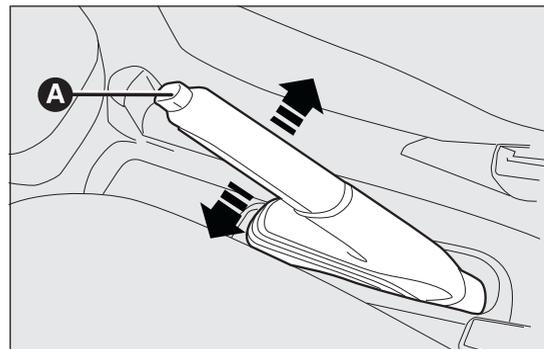

fig. 113
La leva del freno a mano fig. 113 è posta tra i sedili anteriori.
- sollevare leggermente la leva e premere il pulsante di sblocco A fig. 113;